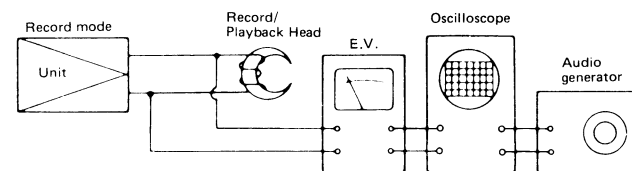

Figure 11-1
1. Connect instruments as shown in Fig. 11-1
1. Die Instrumente gemäß Abb. 11-1 anschließen.
- 2) Die Andruckrolle an der in Abb. 11-1 gezeigten Stelle mit einer Federwaage (500 g) so drücken, daß sie sich von der Tonwelle löst. Dann die Spannung langsam verringern, bis die Andruckrolle wieder die Tonwelle berührt (d.h. bis sich die Andruckrolle wieder zu drehen beginnt). Dann nachprüfen, ob die Federwaage 350 bis 420 g anzeigt.
1. Brancher les instruments comme cela est indiqué dans Fig. 11-1.
- 2) Pousser le galet pinceur au point montré sur la figure 11-1 à l'aide d'une jauge de tension (500 g) de manière à ce qu'il se sépare du cabestan. Puis, relâcher lentement la tension jusqu'à ce que le galet pinceur touche de nouveau le cabestan (c.-à-d., le galet pinceur recommence à tourner). Puis Vérifier si la lecture de la jauge de tension est entre 350 g à 420 g.